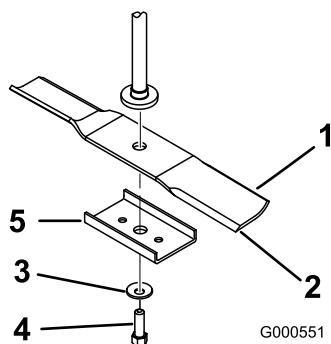

Figura 45
arandela curva, el refuerzo de la cuchilla y la cuchilla (Figura 45).
1. Instale la cuchilla en el eje (Figura 45).
2. Instale el refuerzo de la cuchilla, la arandela curva (con la copa hacia la cuchilla) y el perno de la cuchilla (Figura 45).